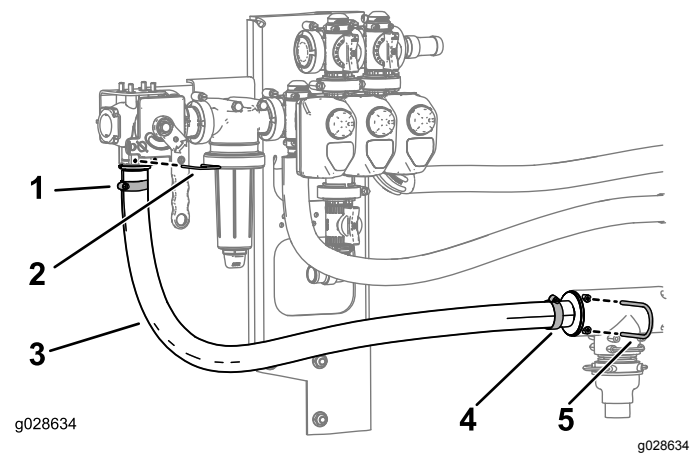

Figure 22
5. Acheminez et fixez le flexible de pression comme montré à la Figure 22.